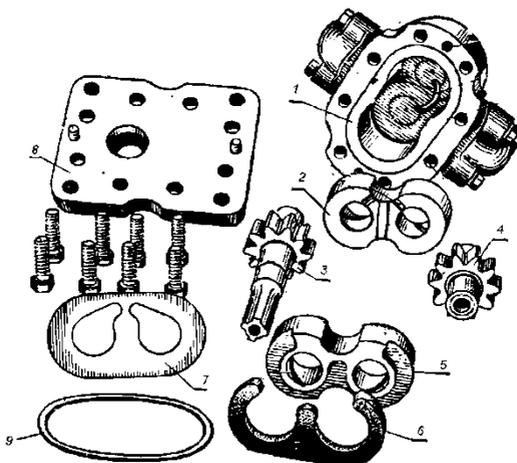
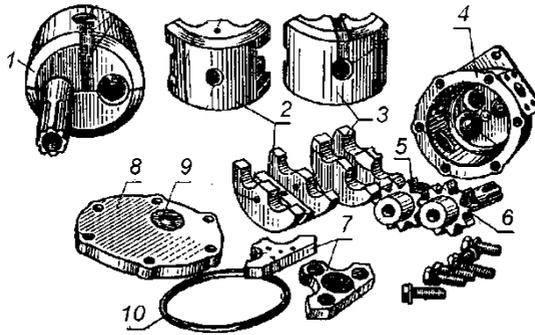

Рисунок 5 - Детали насоса
Рисунок 6 - Детали насоса
5. Укажите тип и наименование позиций основных элементов шестеренного насоса (рис. 5, рис. 6):